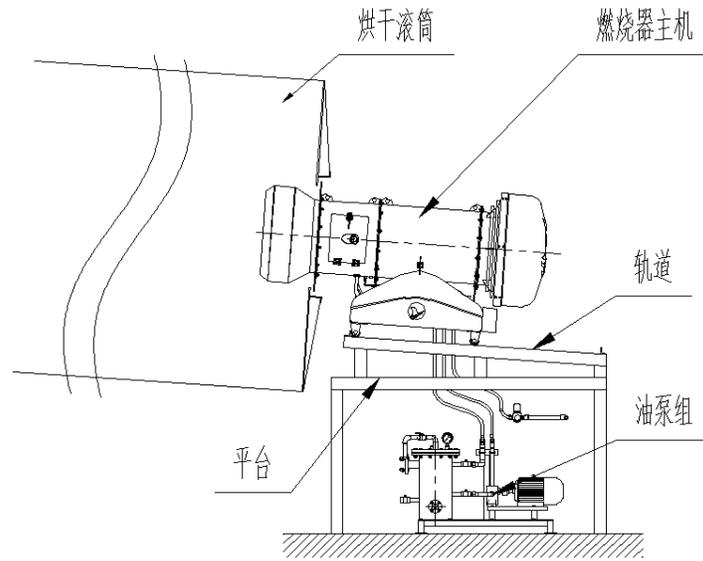

图 16 燃烧器安装示意图
1、本燃烧器安装比较简单，将平台就位后，确定燃烧器平台和滚筒之间的相对位置，吊装燃烧器主机到平台轨道上。再次确定平台轨道和烘干滚筒出料箱的相关尺寸，将燃烧器主机推入出料箱开口内，注意要推到位，适当垫高或者移动平台，以燃烧器火焰筒正好和出料箱导流筒同轴为最佳。最后将燃烧器轨道用锁紧装置锁紧，见图 16。